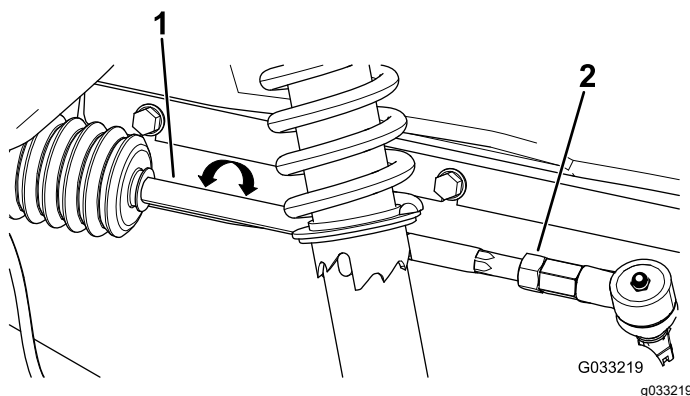

Figure 59
3. Si les mesures ne sont pas comprises entre 0 et 6 mm, desserrez les écrous de blocage aux deux extrémités extérieures des biellettes (Figure 59).